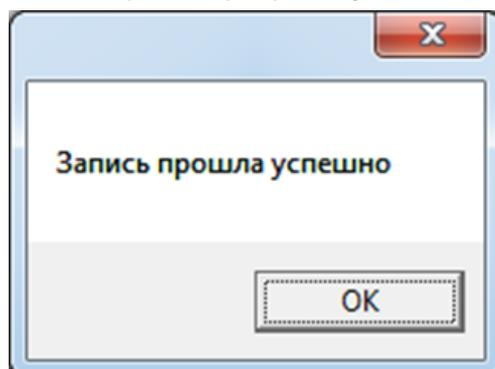

Рис.6. Завершение настройки.
3.3.7. Нажмите кнопку «**Записать**». После появления окна (рис.6) нажать кнопку «**ОК**» и закрыть программу.